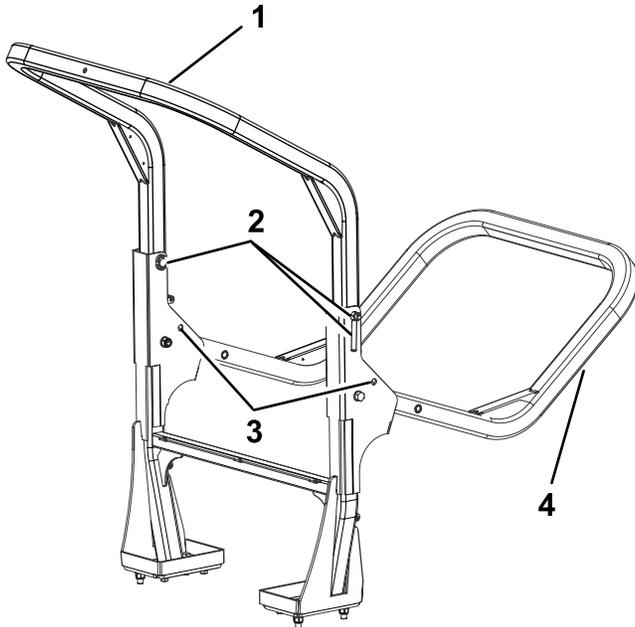

Bild 25
2. Stützen Sie das Gewicht des oberen Rahmens des Überrollbügels ab, während Sie die Rastungen und Lastösenbolzen aus den Schwenkhalterung nehmen (Bild 25).